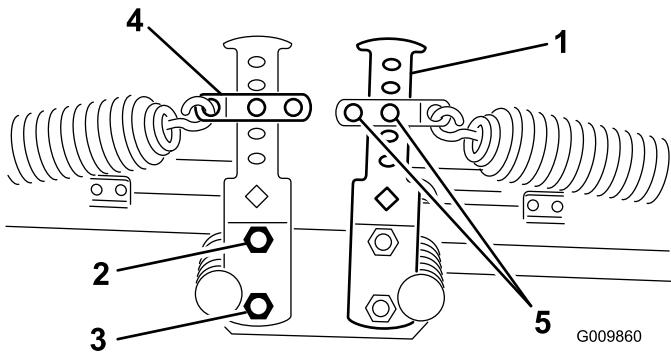
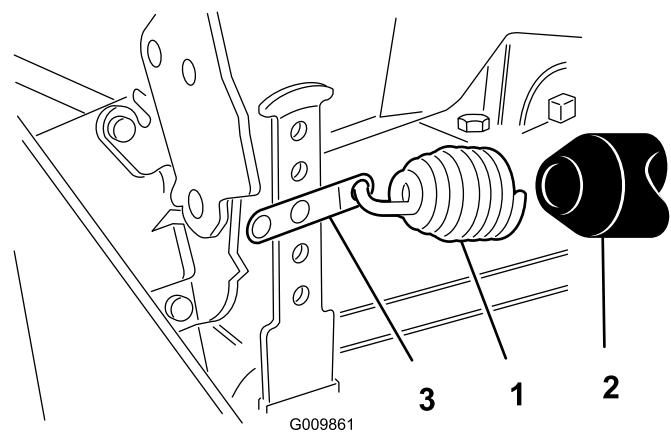

Figura 12
Figura 13
2. Fixe a outra extremidade da mola no furo adequado (ver abaixo) nos braços de contrapeso dianteiro e traseiro (Figura 12 e Figura 13) com o aro de mola, o pino de segurança e o contrapino.
4. Fixe a parte inferior do braço de contrapeso à estrutura com o parafuso e a porta anteriormente retirados. Aperte o parafuso superior (Figura 12).